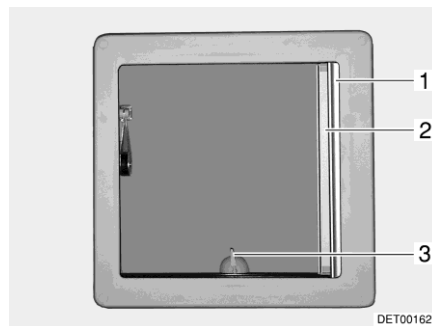
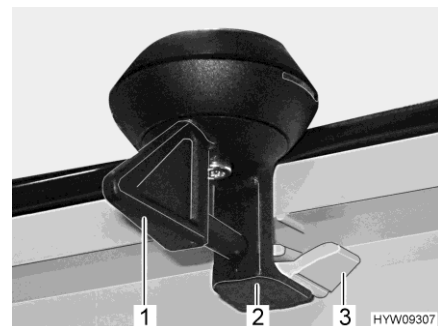

Fig. 69 Oblò inclinabile
Fig. 70 Bloccaggio (oblò inclinabile)
- Ruotare la leva (Fig. 69,3 o Fig. 70,1) di un quarto di giro.
- Girare la leva di un quarto di giro. Il bloccaggio (Fig. 70,2) deve entrare nell'aggancio inferiore (Fig. 70,3).
- Tirare la tendina oscurante pieghevole (Fig. 69,1) fino alla posizione desiderata e rilasciare. La tendina oscurante pieghevole rimane in questa posizione.
- Estrarre la zanzariera a rullo (Fig. 69,2) fino a quando non scatta il bloccaggio dalla parte opposta.